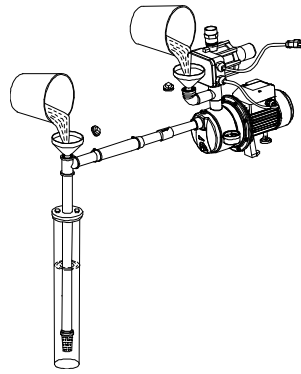

Figura 2
2. Prime la bomba. (Figura 2).
ADVERTENCIA: NUNCA deje marchar la bomba en seco. Llene la bomba con agua antes de encenderla. (Consulte la Figura 2).